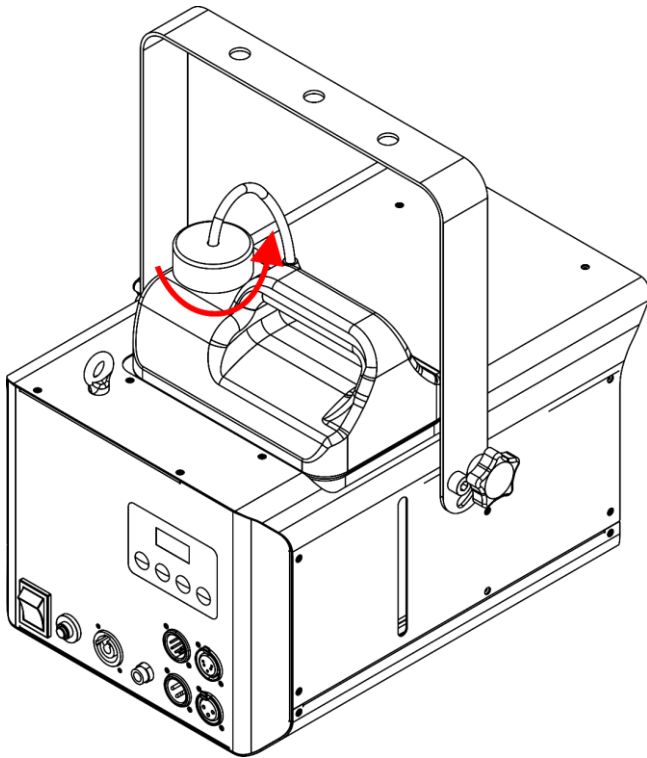

Fig. 08
- 02) Svitare il coperchio del serbatoio del liquido, come mostrato nella Fig. 08.